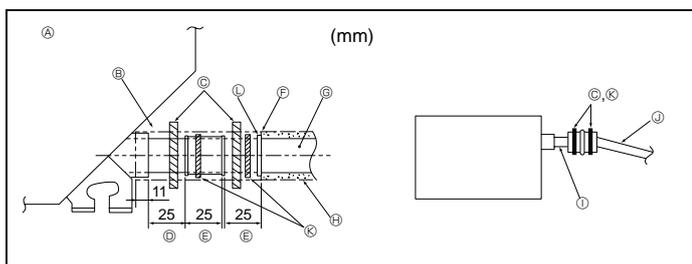

Fig. 3-5
- ① O.D. ø38 TUBO PVC para agrupación de tuberías. (9 mm o mayor aislamiento)
1. Conecte el tubo de desagüe (suministrado con la unidad) al orificio de desagüe. (Fig. 3-5)